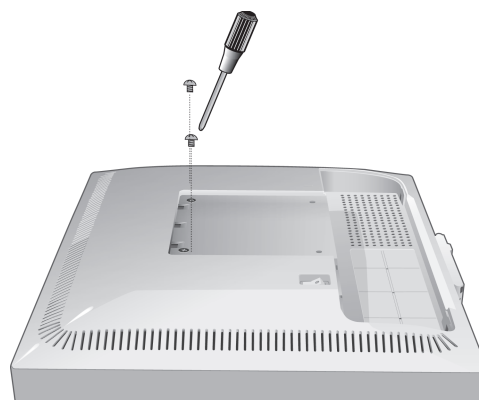

Figura M.5
6. Rimuovere le 2 viti sulla parte superiore del monitor (**figura M.5**). Il monitor, ora, è pronto per un diverso montaggio.